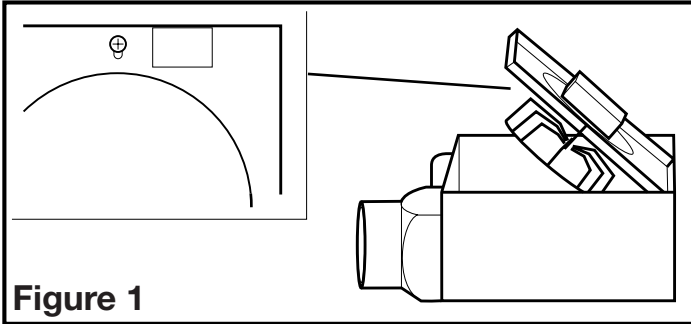

Figure 1
- Retirer l'ensemble venturi du ventilateur, lequel est fixé en place par une vis au travers du venturi (**Figure 1**). C'est une vis imperdable et elle demeurera installée dans le venturi. Garder l'ensemble venturi et la grille dans la boîte jusqu'à ce que vous en ayez besoin pour qu'ils ne soient pas endommagés ou perdus.